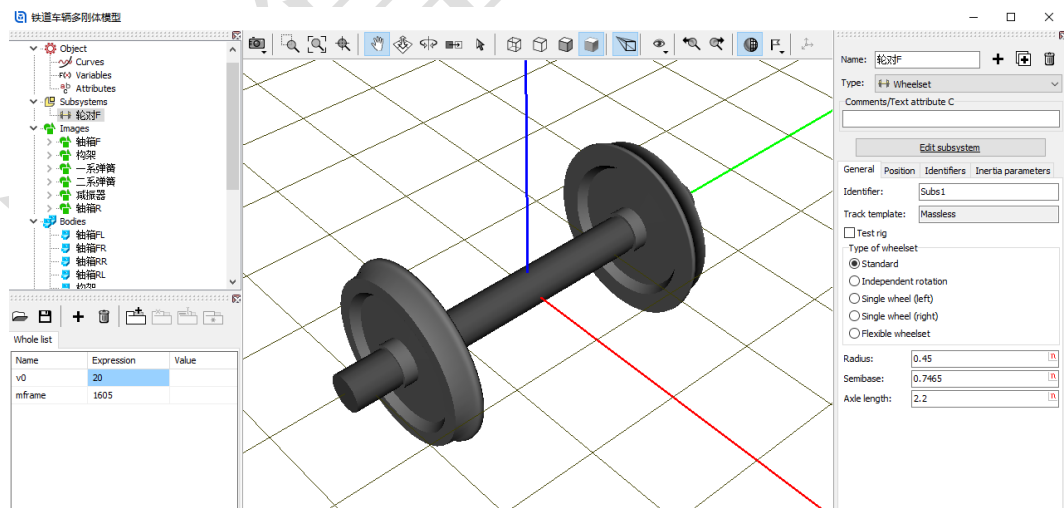

图 3-5
- 9) 选中左侧模型树 **Subsystems**，点击右侧按钮 **+**，添加一个子系统，从下拉菜单中选择 **Wheelset**，命名为**轮对 F**，在 **General** 页面设置名义半径 **0.45**，滚动圆跨距之半 **0.7465**，如图 3-5。